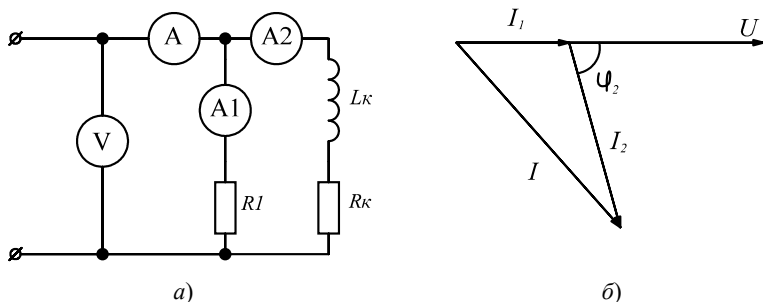

Рис. 3.2. Электрическая схема измерительного эксперимента – а и векторная диаграмма – б.
Схема цепи измерительного эксперимента приведена на рис. 3.2 а. Векторная диаграмма токов показана на рис. 3.2 б. Значение $\cos\varphi_2$ определяем из соотношения $I^2 = I_1^2 + I_2^2 + 2I_1I_2 \cos\varphi_2$. Используя закон Ома и соотношения, вытекающие из треугольника сопротивлений, находим параметры исследуемого элемента:
1.3.4. В цепи, приведенной на рис. 3.2 а, показания приборов имеют следующие значения: $U=210$ В, $I=6,3$ А, $I_1=3$ А; $I_2=6$ А. Вычислить R_1 , R_2 , X_L , φ_2 . Записать комплекс $\underline{Z}_2$ в алгебраической и показательной формах.